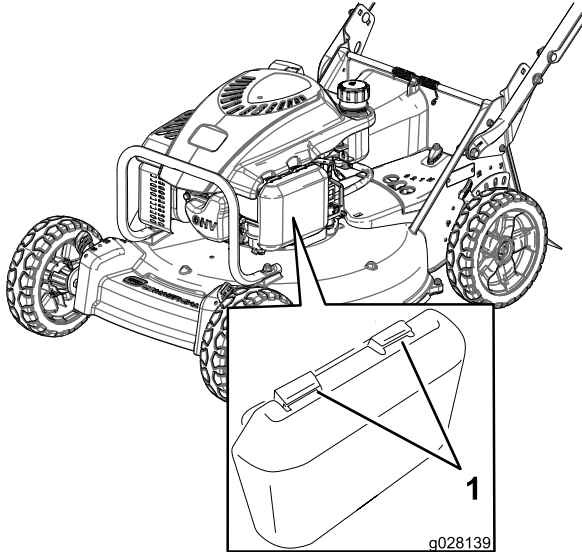

Figure 17
1. Appuyez sur les languettes de verrouillage en haut du couvercle du filtre à air (Figure 17).
3. Retirez l'élément en papier et le préfiltre en mousse (Figure 17).